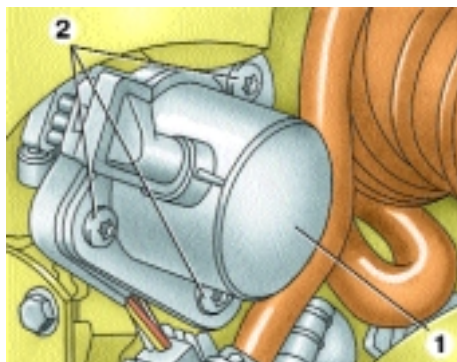

Рис. 2-16. Крепление датчика порядкового номера цилиндра к головке блока двигателя F3R 272: 1 – датчик порядкового номера цилиндра; 2 – болты крепления
9. Отвернуть три болта 2 (рис. 2-16) крепления датчика 1 порядкового номера цилиндра и снять датчик.